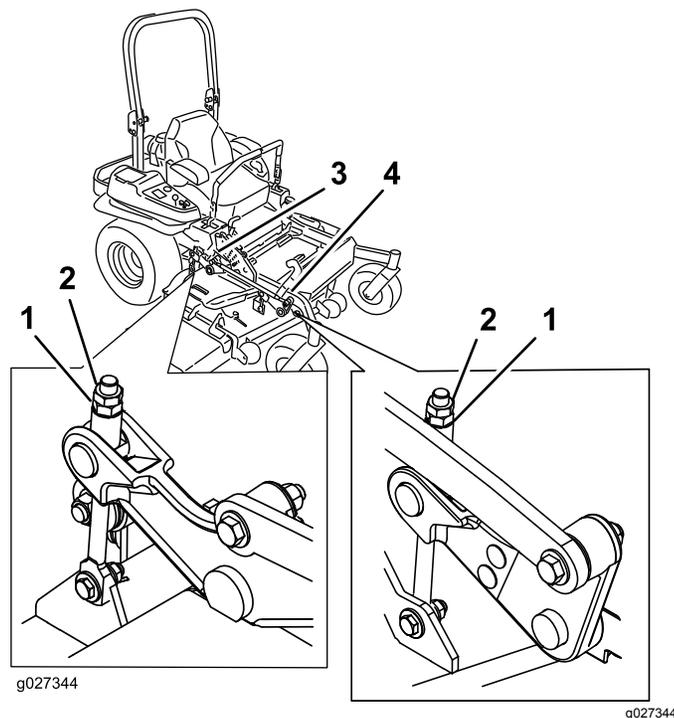

Figura 101
16. Gire el tornillo de ajuste hasta obtener una altura de 8.3 cm ($3\frac{1}{4}$ ") (Figura 101).